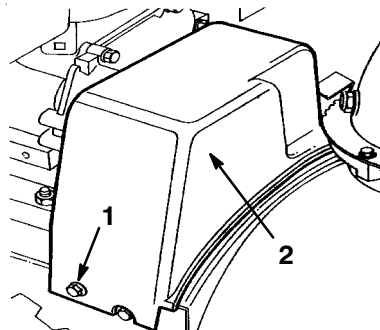

Figure 21
3. Retirez les 2 vis de fixation du carter de courroie et mettez ce dernier de côté (Fig. 21).
2. Retirez les 2 vis de fixation du carter de courroie et mettez ce dernier de côté (Fig. 21).